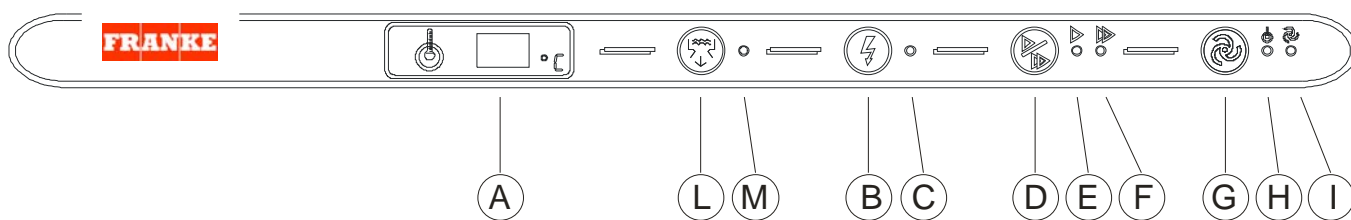

Figura 2
- Cuando funciona la electro válvula de carga y en los modelos con bomba de aclarado .Es la condición normal de trabajo de la bomba de aclarado que elimina el agua que rebosa en la cuba par rebosadero durante las fase de carga o aclarado. La dicha operacion se señala mediante el testigo (M).
Al pulsar el boton de desagüe (L) de la figura 2. En este caso hay que quitar el rebosadero para facilitar el desagüe de la cuba. Se ilumina (M). Esta operacion se puede efectuar con la puerta abierta y dura 5 min, al final se apaga. (M). El desagüe puede ser interrumpido pulsando (L). Pulsando otra vez el desagüe vuelve a empezar.